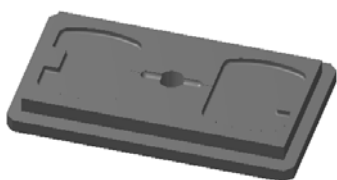

图 20.2 零件模型
Step1. 打开模型。选择文件 D:\mcx6.11\work\ch01\CANTEEN.MCX-6，系统进入加工环境，此时零件模型如图 20.2 所示。